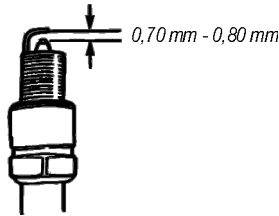

Fig. 26 – distancia de la bujía
- 7 – Para un correcto funcionamiento, la distancia de la bujía debe estar entre 0,70 mm y 0,80 mm (fig. 26);